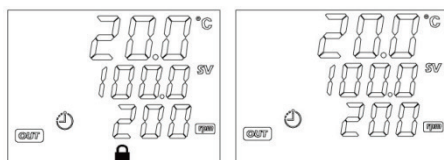

Рисунок 18
8.11.1. Чтобы заблокировать изменение текущих настроек контроллера нажать и удерживать нажатой в течение трёх секунд кнопку «РЕЖИМ». При срабатывании блокировки на дисплее отображается соответствующий символ (Рисунок 18). Повторное трёхсекундное нажатие кнопки «РЕЖИМ» снимает блокировку.